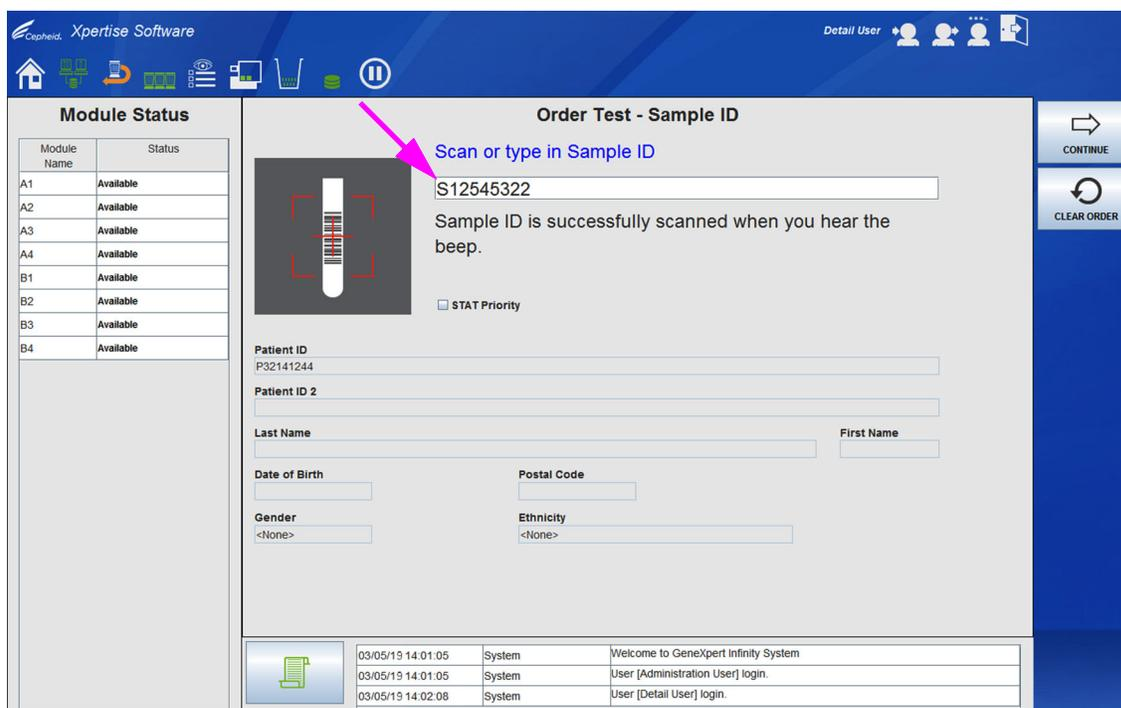

图 5-173. 指令测试 - 样品 ID (Order Test - Sample ID) 工作区
4. 使用自助服务终端条形码扫描器扫描样品 ID (Sample ID) 条形码或输入样品 ID。请参见图 5-173。